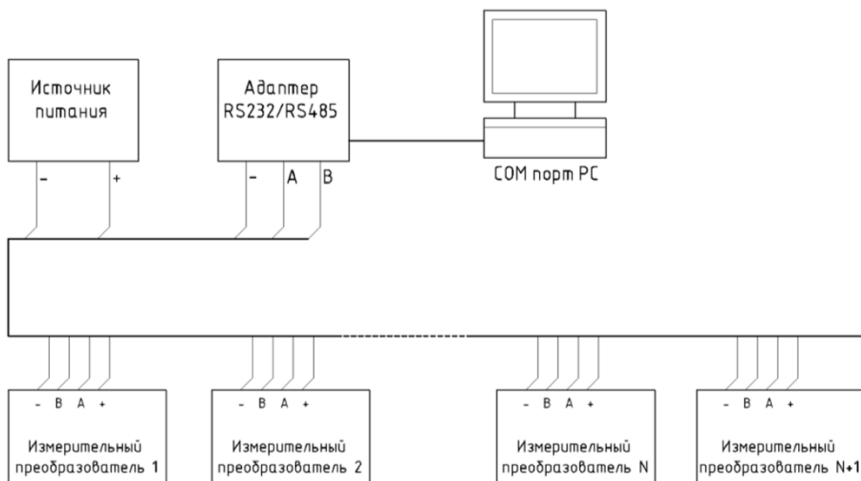

Рис.5. Схема подключения преобразователей.
7.2.2. Подключение преобразователей исполнения -С к измерительной системе осуществляется по четырем проводам - по одной паре подается напряжение питания (цепи - и +), по другой происходит обмен по интерфейсу RS-485. Преобразователи подключаются к четырехжильному кабелю параллельно, как показано на рис.5. Питание и считывание показаний из преобразователя возможно контроллером ИВА-128 или ПК через преобразователь интерфейса ПИ-1С, либо другими контроллерами Modbus RTU, имеющими интерфейс RS-485 (кроме дифференциальной пары А-В **обязательно** наличие общей линии GND).